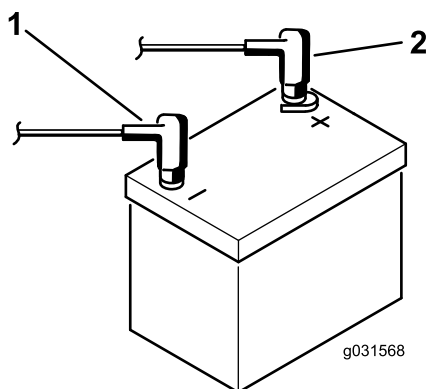

Рисунок 4
8. Подсоедините положительный кабель (красный) к положительной клемме (+), а отрицательный кабель (черный) – к отрицательной (–) клемме аккумуляторной батареи и закрепите их болтами и гайками (Рисунок 4).